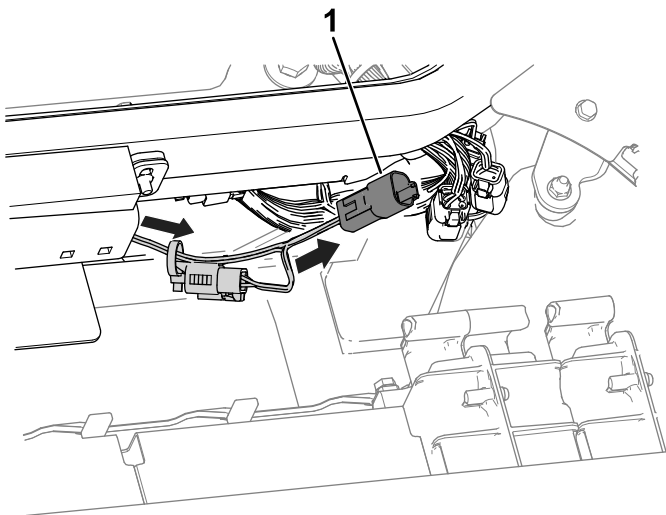

**Figura 4**
- Utilizzate una fascetta per cavi e una chiusura a pressione per fissare il cablaggio preassemblato al telaio della macchina (Figura 4).